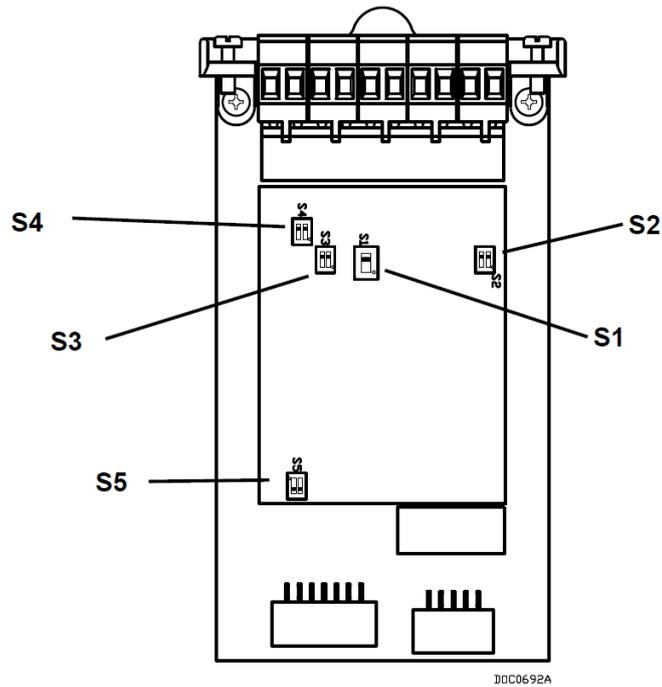

Рис. 4-25. Микропереключатели АРМ
**Установки микропереключателей** На дочерней плате карты АРМ установлено несколько микропереключателей, управляющих функциями модуля. Расположение и маркировка переключателей показаны на рис. 4-25, а установки – в таблице 4-3.
1 В описании (вверх/вниз/справа/слева) принято, что клеммные колодки модуля направлены вверх, и видна дочерняя плата (см. рис. 4-25)